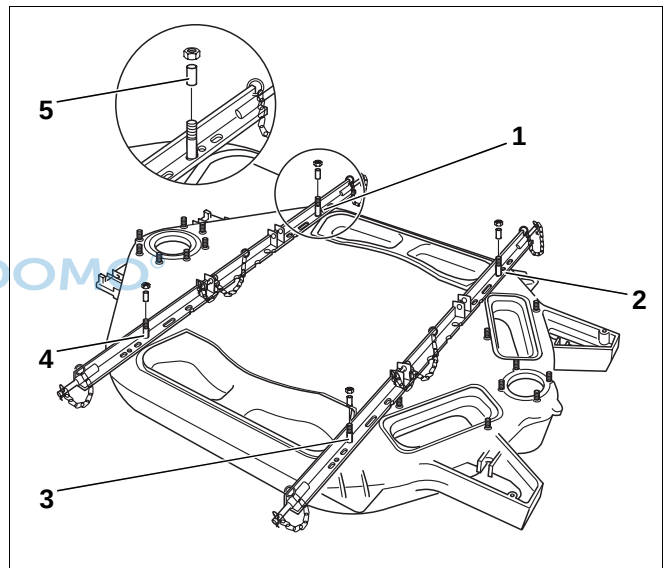

Abb. 5 Montage der Winkelschienen Logano GE615
- Muttern von den Stiftschrauben entfernen (Abb. 5, **Pos. 1 – 4**).
- Die vier Hülzen (20mm) auf die Stiftschrauben aufsetzen (Abb. 5, **Pos. 5**).